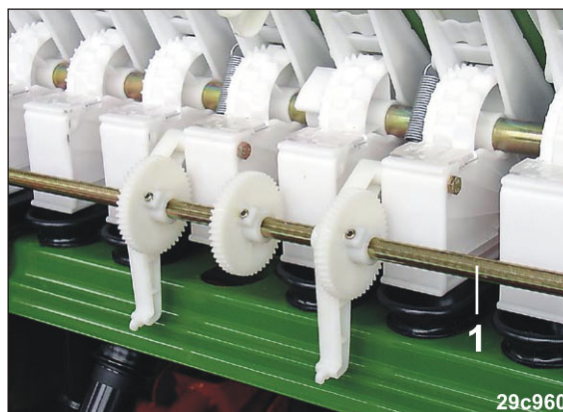

Рис. 240
3. Опустіть проміжний вал (Рис. 240/1).